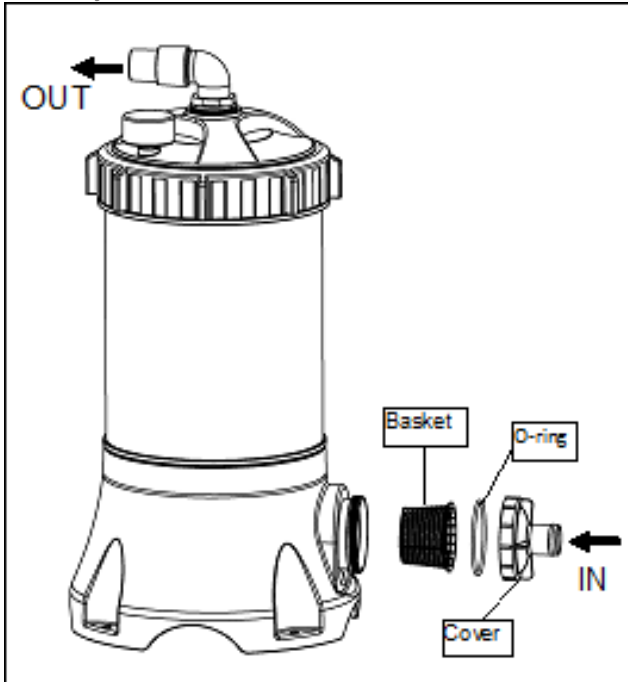

Bild 9 - Öffnen des Vorsiebs
9. Reinigen Sie den entnommenen Filter (Bild 9) unter fließendem Wasser und lassen Sie ihn trocknen.